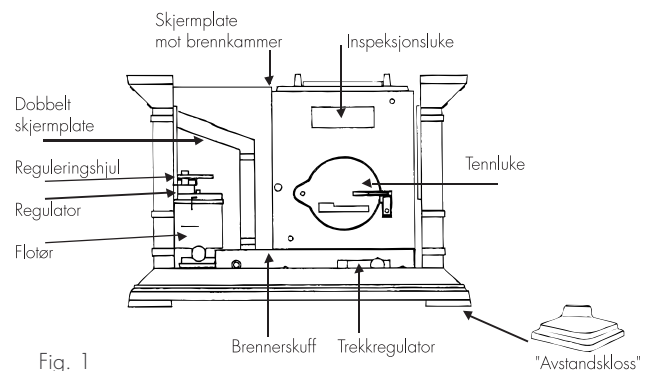

Fig. 1
1. Settes brennerseksjonen direkte på gulvet, uten underlagsplate, skal den stå på 4 stk. «avstandsklosser» som inngår i leveringen (se fig. 1). (Foran ildstedet skal det legges en golvplate med minst 300 mm dybde).
Settes den på golvplate som anvist i monteringsanvisningen for peisovnen kan «klossene» sløyfes. Fjern papp på inspeksjonsluke (se fig. 1).
5. Reguleringshjulet på toppen av flotøren dreies til max. stilling (6) (se fig. 1). Skyv trekkregulatoren ca 10-15 mm til venstre.
10. Regulering av lufttilførselen til brenneren. Normalt skal trekkregulatoren (se fig. 1) stå med liten åpning når regulatoren står i stilling fra 1 til ca. 3. Økes belastningen åpnes for mer lufttilførsel - slik at flammene brenner blått og ikke soter (evt. med gule flammehytter). Blafrende flammer kan skyldes for stor åpning på trekkregulatoren. Altså: Jo mer brensel, jo mer luft.
- D. Fjern den dobbelte skjermplaten (varmeskjoldet). Det står løst (se fig. 1).